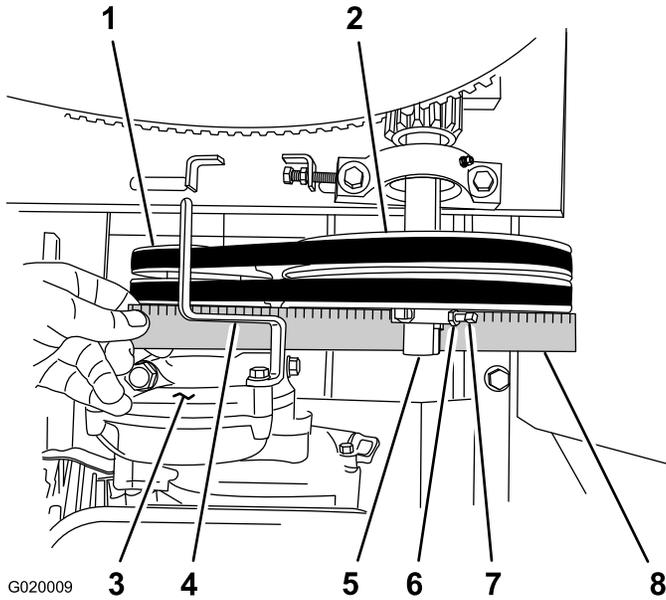

Figura 71
D. Coloque una regla sobre la polea del motor y la polea tensora (Figura 71).
- E. Si es necesario, gire el motor sobre la chapa del motor hasta que la polea del motor y la polea tensora estén alineadas con la regla (Figura 71).